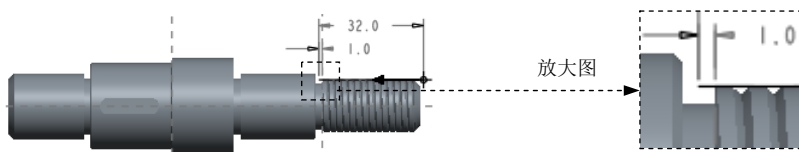

图 5.4.5 创建车削轮廓
Step5. 创建车削轮廓。在“螺纹车削”操控板单击 按钮, 在弹出的菜单中选择 (车削轮廓) 命令, 系统弹出“车削轮廓”操控板。依次单击操控板中的 和 按钮, 系统弹出的“草绘”对话框, 选取 NC_ASM_TOP 基准平面为草绘参考, 方向选为 **左**。单击 **草绘** 按钮, 进入草绘环境。绘制图 5.4.5 所示的截面草绘。